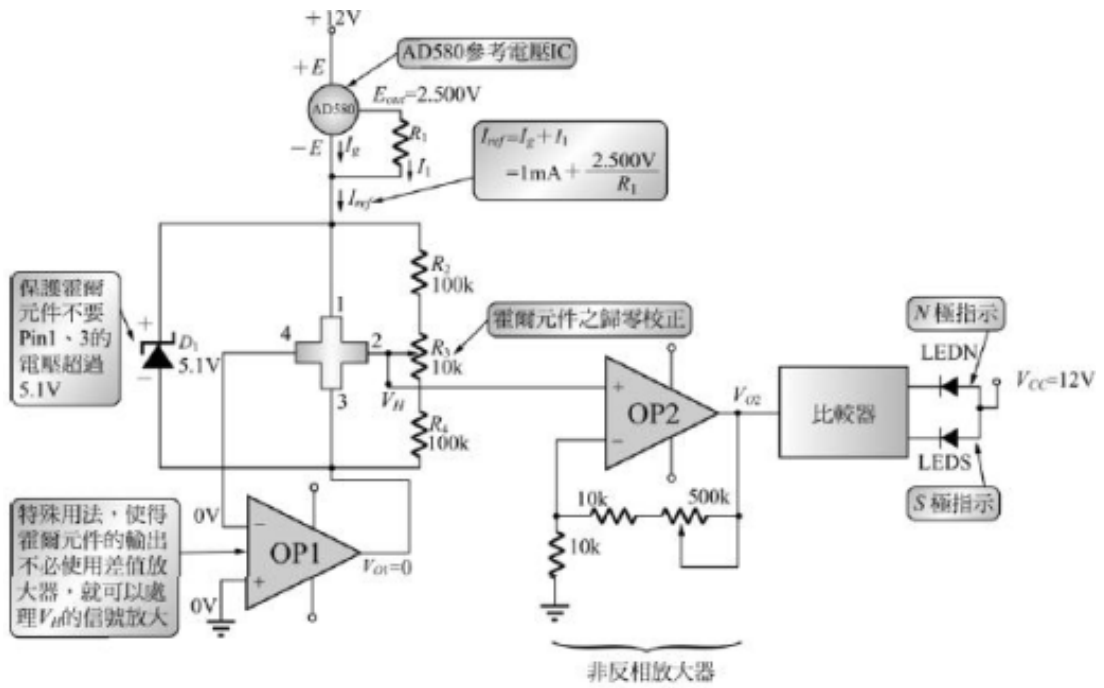

图 1 霍尔传感器 N, S 极判断电路
(1) 结构原理 它的结构及符号见图 1。在 **N** 型硅棒两端引出漏极 **D** 和源极 **S** 两个电极,又在硅棒的两侧各做一个 **P** 区,形成两个 **PN** 结。在 **P** 区引出电极并连接起来,称为栅极